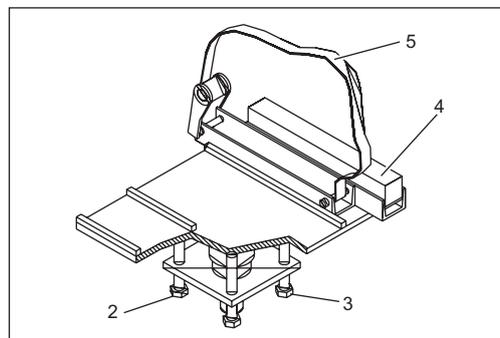

Fig. 6:
- allentare le viti di fissaggio (Fig.6/4) degli elementi a scorrimento
- Modificare l'inclinazione in senso diagonale per passi successivi: allentare prima la vite (Fig.6/2), poi regolarla (Fig.6/3), ecc.